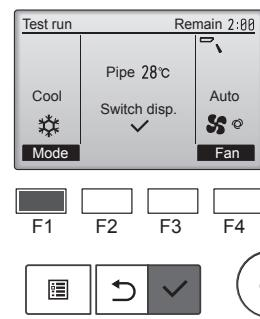

Fig. 8-3
- Çalıştırma modunu değiştirmek için [F1] düğmesine basın. (Fig. 8-3)